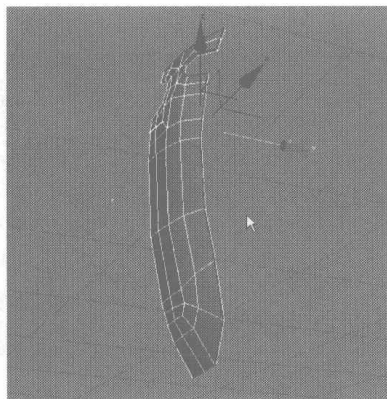
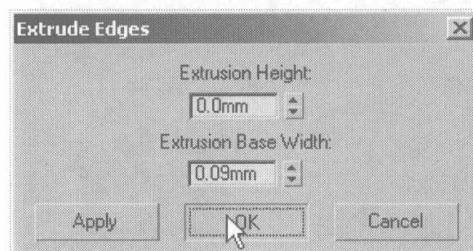

图 3.109
图 3.110
- 21** 选择该物体上外轮廓的边界线，如图 3.109 所示，在 Edit Edges 卷展栏中单击 **Extrude**  右侧的小按钮，在弹出的对话框中设置挤压参数，如图 3.110 所示，挤压出基面宽度。